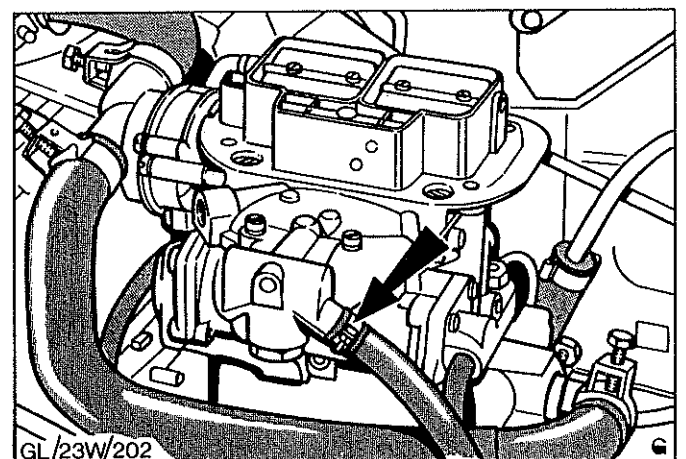

Abb.33 Einbaulage der Schlauchschelle am Kraftstoff-Zufuhrstutzen
17. Kraftstoffzufuhrleitung am Vergaser anschließen. **Beachte:** Darauf achten, daß der Schraubenkopf der Schlauchschellen weder über den Schlauch hervorsteht, noch andere Teile berührt, Abb.33.